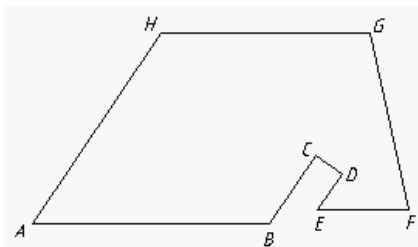

图1-6 画线段 AB 、 BC 等
2. 画线段 AB 、 BC 、 CD 等，如图 1-6 所示。
结果如图 1-6 所示。